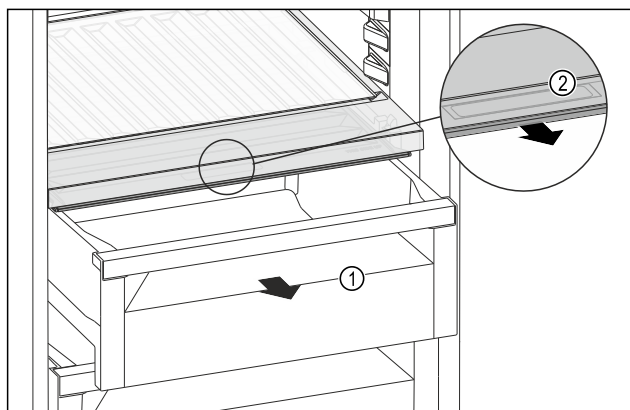

Fig. 127
- ▶ Húzza ki a fiókot Fig. 127 (1).
- ▶ Fogja meg a sülyesztett fogantyút Fig. 127 (2) a rekeszfedélén, és ezzel egy időben húzza előre felé a rekeszfedélet.